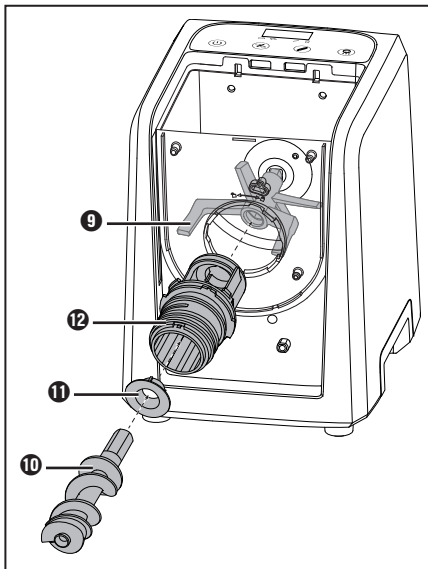
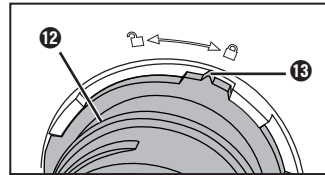

Abb. 3
Abb. 4
- 4) Schieben Sie das Lager **11** so in das Ende der Halterung **12**, dass die drei Nasen am Lager **11** in die Aussparungen in der Halterung **12** rutschen (**Abb. 3**).
- 5) Montieren Sie die Halterung **12** an den Teigbehälter **15**. Schieben Sie die Halterung **12** dazu mit dem schmalen Ende durch die runde Öffnung des Teigbehälters **15** (**Abb. 3**). Die Halterung **12** passt nur in einer Position durch die Öffnung, die Markierung **13** zeigt dabei auf das -Symbol am Teigbehälter **15**. Drehen Sie die Halterung **12** im Uhrzeigersinn fest, bis die Markierung **13** an der Halterung **12** auf das -Symbol zeigt (**Abb. 4**):
- 6) Schieben Sie dann die Teigwelle **10** mit dem schmalen Ende durch die Halterung **12** in die Aufnahme des Kneithakens **9** (**Abb. 3**). Greifen Sie bei Bedarf von oben in den Teigbehälter **15** und wackeln Sie ein wenig am Kneithaken **9**, bis Sie die Teigwelle **10** reinschieben können.